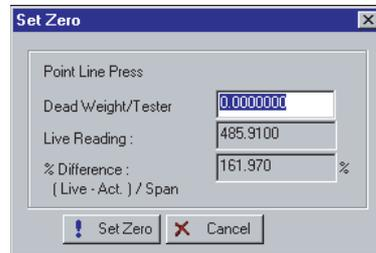

Figura 5-15. Definição de Zero
10. Calibre o valor zero (0% da faixa) para a Pressão Diferencial (apenas orifício), Pressão Estática ou Temperatura. Isto deve corresponder à Contagem 0% e é o valor inferior para o escoamento pelo medidor. Preencha o campo **Dead Weight/Tester Value** (em unidades de engenharia). Este deve ser um valor 0 (zero). A caixa de diálogo mostrada na Figura 5-15 é apresentada.